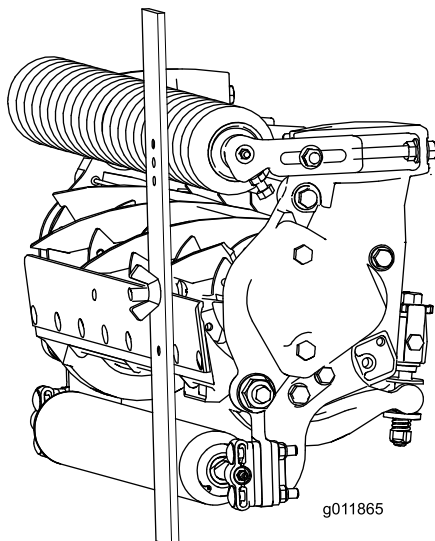

Figura 18
3. Agganciate la testa della vite sul tagliente della controlama e appoggiate l'estremità posteriore della barra sul rullo posteriore (Figura 18).
4. Ruotate la vite di regolazione finché il rullo anteriore non toccherà la barra di riferimento (Figura 18). Regolate entrambe le estremità del rullo finché l'intero rullo non è parallelo alla controlama.